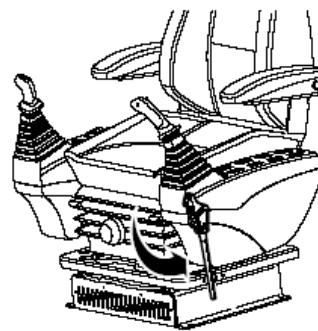

Рис. 134
Покидая машину, необходимо установить рычаг блокировки безопасности в положение блокировки (**LOCK**), рис. 134, в противном случае в результате случайного перемещения рабочих рычагов может произойти серьезная авария.
2. Установить рычаг безопасности в заблокированное положение (**LOCK**), рис. 134.
2. Установить рычаг безопасности в заблокированное положение (LOCK), (рис. 134) и заглушить двигатель.